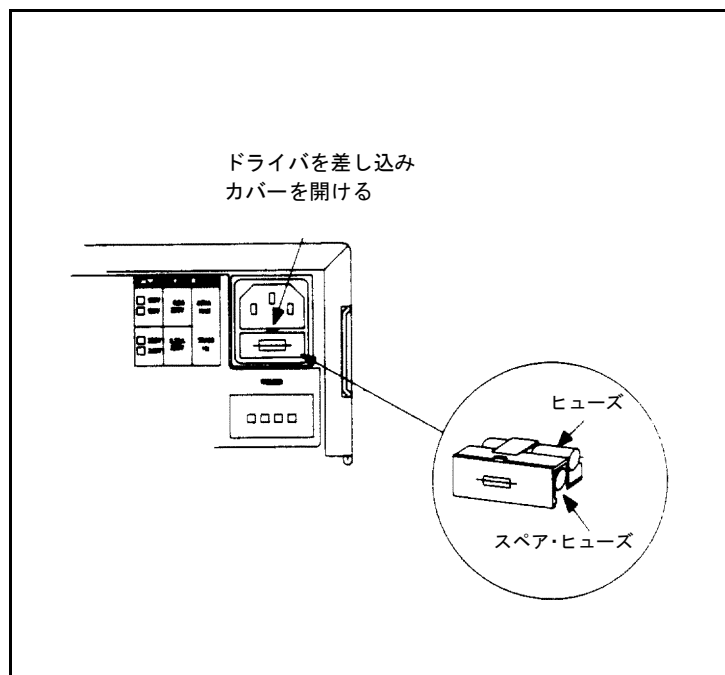

図3-4. 電源ヒューズ
6. 電源ヒューズはAC電源のコンセントの下にあります（図3-4参照）。電源コードを外した状態で、小さいドライバを使ってACソケットの下からヒューズ・ホルダを取り出します。以下に示す正しいヒューズと交換します。これらはスロ・ブロー・ヒューズです。